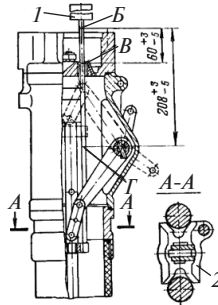

Рис. 1. Метод определения полного хода подвижного контакта и хода в розеточном контакте (выключатели серии ВМПЭ и т.п.)
**Электромагнитный привод**, рисунок 1, предназначен для дистанционного и автоматического включения и отключения выключателей. Недостатком электромагнитных приводов является значительный ток, потребляемый катушками включения (до 100 А).
3. Выполнить проверку времени движения подвижных частей масляного выключателя, для чего собрать схему, рисунок 1. Полученные данные записать в таблицу 1, сравнить с паспортными.